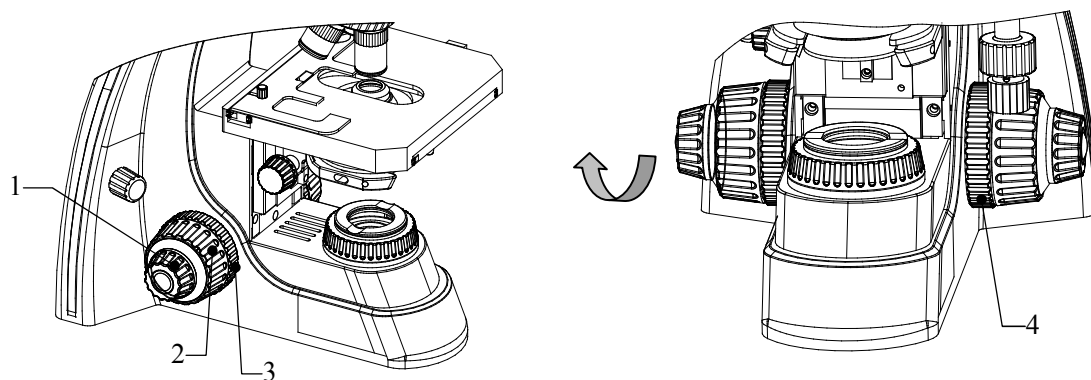

图. 10
(1) 粗动调焦由位于架身两侧的粗动手轮 2 实现，微动调焦由同轴的微动调焦手轮 1 实现，顺时针旋转粗动或微动手轮使载物台上升，反之则使载物台下降。微动手轮的最小格值是  $2\mu\text{m}$ 。见图 10。
(2) 旋转物镜转换器，将 10 倍物镜移入光路（当旋转到位时，物镜会自动卡位）。
(3) 旋转粗动调焦手轮 2，将载物台升至最高点。然后通过目镜进行观察，慢慢旋转粗动调焦手轮，降低载物台，当视场中出现标本像时，停止旋转粗动调焦手轮。
(4) 旋转微动调焦手轮 1，进行精确调焦，使标本像清晰。
(5) 按图示方向锁紧载物台升降限位手轮 3。这项调节可以确保在使用工作距离比较短的物镜时不至于会碰到台面或试样。当更换物镜后，就可以方便地旋转粗动调焦手轮至预设位置，然后利用微动调焦手轮调焦，可以快速地观察到试样的显微图像。